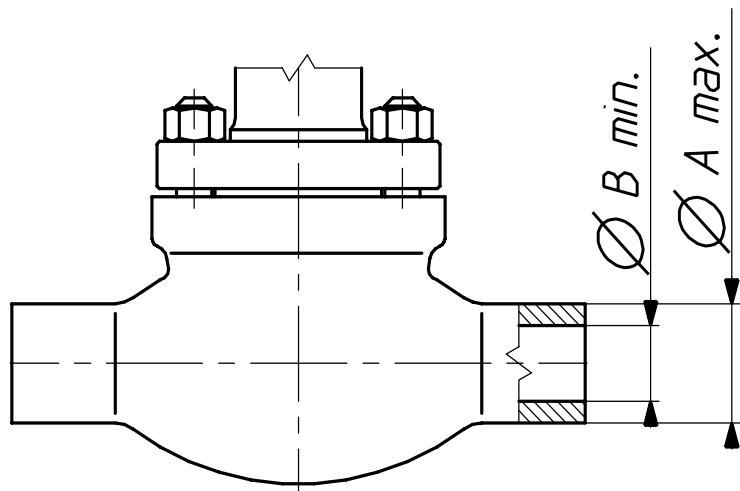
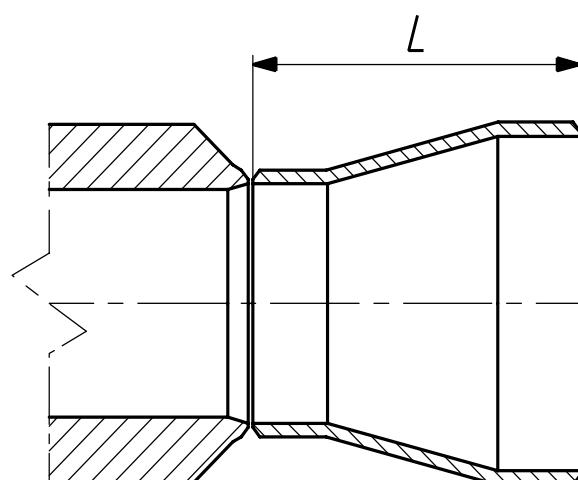

Рисунок 6. Размеры выводов для сварки, изготовленных из отливки.
Рисунок 7. Редукционный патрубок
-) - исполнение с редукционным патрубком согл. рис. 7.
Допустимо исполнение присоединений для других размеров труб. Если размеры труб находятся в диапазоне ØВ мин /ØАмакс. (Рис. 6, табл. 20), то присоединение может быть выполнено из отливки. В противном случае к выводам корпуса следует приварить редукционный патрубок. Это вызовет увеличение длины конструкции клапана на размер L или 2L (Рис. 7, табл. 20). Допускается исполнение иных размеров присоединений после согласования с производителем.